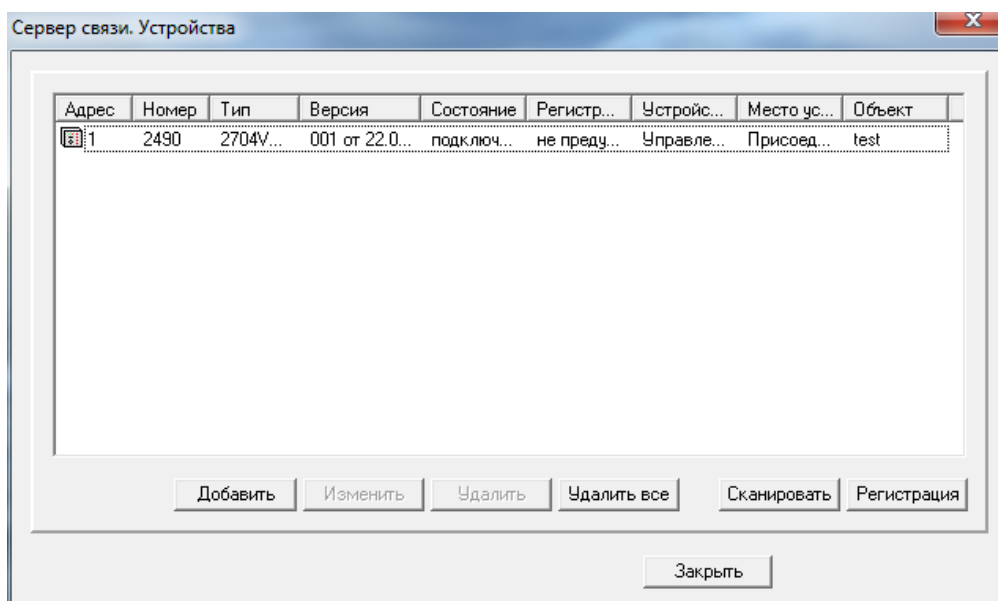

Рисунок 2.115
- выполнить запуск и настройку программы «сервера связи» из состава EKRA Foundation для работы с имеющимися терминалами БЭ2704 и БЭ2502 (рисунок 2.115);